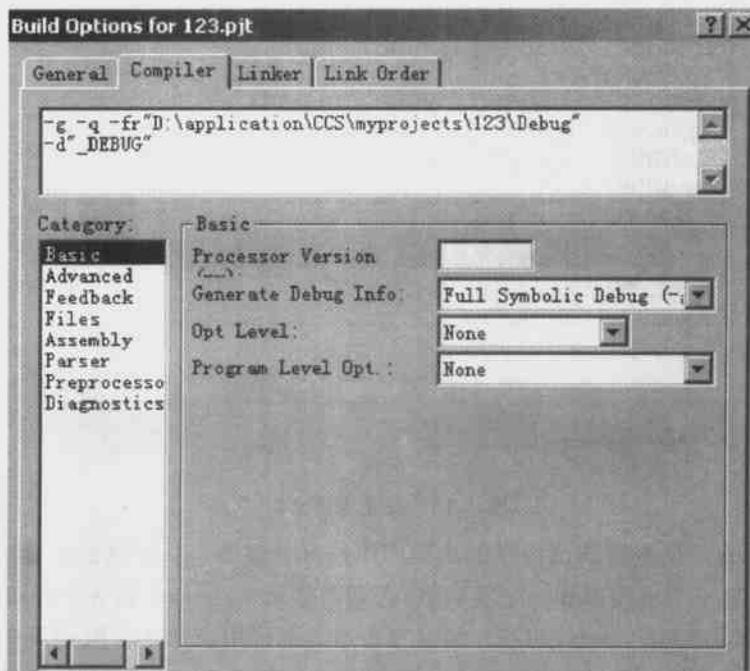

图 3.19 编译器设置对话框
- (2) Compile File 编译 C 语言或汇编语言源代码文件。
- (3) Build 编译和链接 C 语言或汇编语言源代码文件,对于没有修改的源文件,CCS 将不重新编译。
- (4) Rebuild All 对工程中所有文件重新编译,并链接生成 DSP 可执行的 COFF 格式的文件。
- (5) Build Options 用来设定编译器、汇编器和链接器的参数。单击此命令,将显示如图 3.19 所示的对话框,可以在其中设置编译器、汇编器和链接器的各种参数。编译器、汇编器和链接器的参数设置非常复杂,一般使用 CCS 默认的即可。